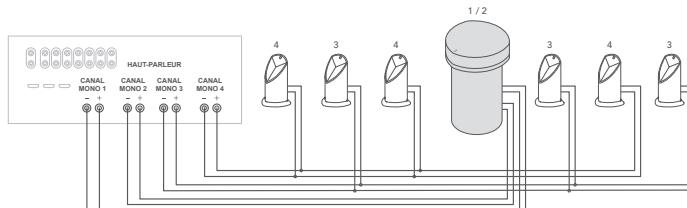
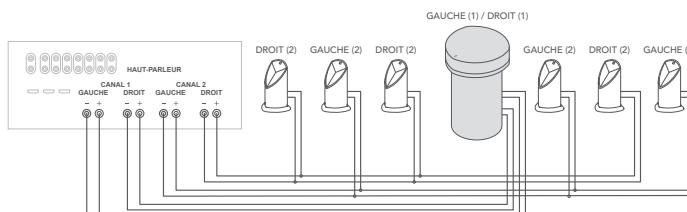

Figure 3
Figure 4
- Déterminez si le système fonctionnera en mono ou en stéréo (voir l'exemple de schémas de connexion du système à la Figure 3 et à la Figure 4 à la page suivante). Dans certaines applications, les positions d'écoute ne seront jamais équidistantes d'une enceinte gauche et droite, auquel cas le mono peut être la meilleure option.
Voir l'exemple de schémas de connexion du système à la Figure 3 (fonctionnement mono) et à la Figure 4 (fonctionnement stéréo). Si vous utilisez plus d'une enceinte semi-enterrée par canal d'amplificateur, il est recommandé d'utiliser la configuration 70 V/ 100 V décrite ci-dessous.